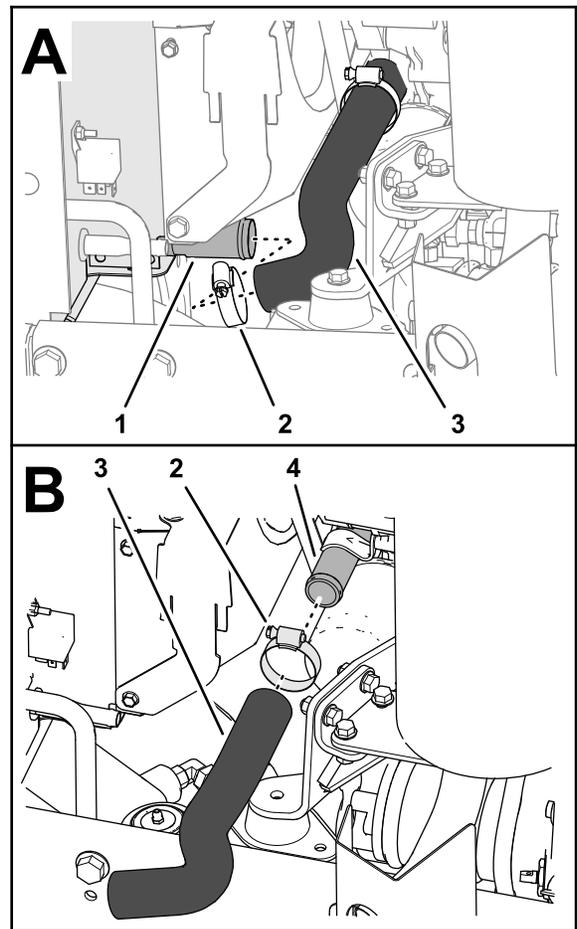

図 15
1. ラジエターの出口にラジエター下側ホースを固定しているクランプを外してラジエターからホースを外す 図 15。
2. ラジエター下側ホースをエンジンの入口に固定しているクランプを外してエンジンからホースを外す 図 15。